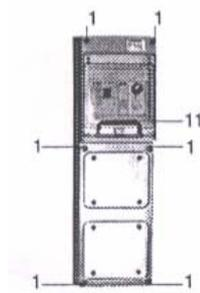

Fig. 1
G) Schrauben Sie die Abdeckung fig. 1 Einsetzen der Schrauben 1);